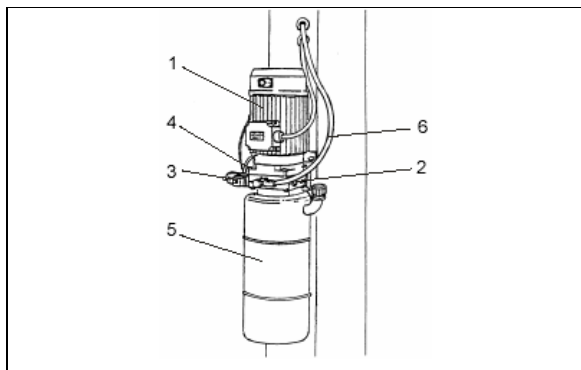

Рис. 5. Силовой гидроузел
- Двух гидравлических цилиндров (8), обеспечивающих подъем подвижных платформ, закрепленных на фиксированных у основания стойках подъемника.
- Одной гидравлической станции (см. Рис. 5), закрепленной на командной стойке для обеспечения работы цилиндров.
СИЛОВОЙ ГИДРАВЛИЧЕСКИЙ УЗЕЛ (Рис. 5):